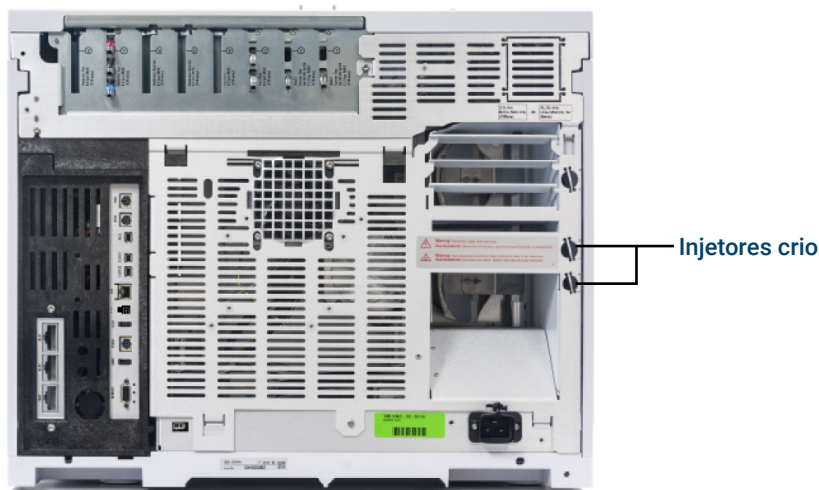

Figura 16. Conexões da válvula de resfriamento criogênico de LN₂
2. Localize a entrada de CO₂ líquido na parte de trás do GC. Prepare tubulação suficiente que alcance do tanque de suprimento até essa saída. Consulte Figura 16.